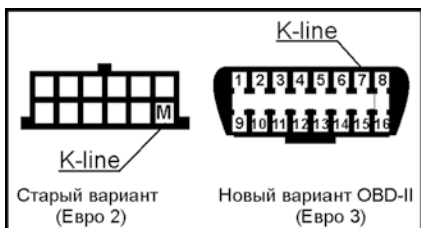
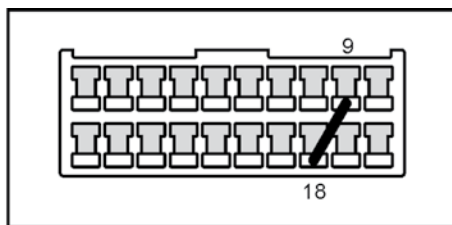

Рисунок 29. Цоколёвка диагностической колодки
Рисунок 30. Установка перемычки на разъёме иммобилизатора
ПО-4 подключается к диагностической колодке автомобиля, расположенной под рулевой колонкой (LADA 2110, CHEVI-NIVA), под журнальной полкой (LADA 2107, 2108, 2121), под заглушкой перед рычагом КПП (LADA 2115, 1118), за облицовкой арки левого колеса (VIS 2345). Ранее устанавливалась диагностическая колодка старого варианта (Евро 2), теперь используется стандартная колодка OBD-II (Евро 3) (рисунок 29). При отсутствии в автомобиле иммобилизатора установите перемычку между контактами 9 и 18 в разъёме иммобилизатора (рисунок 30).
6.2.2 Круглый штекер кабеля диагностики вставьте в гнездо K-line программатора. Если на автомобиле установлена диагностическая колодка старого образца, вставьте в её гнездо М (K-line) плоский штекер кабеля диагностики. Если на автомобиле установлена диагностическая колодка стандарта OBD-II, на плоский штекер кабеля диагностики наденьте переходник K-line для OBD-II из комплекта программатора, а штекер этого переходника вставьте в гнездо 7 диагностической колодки (рисунок 29).